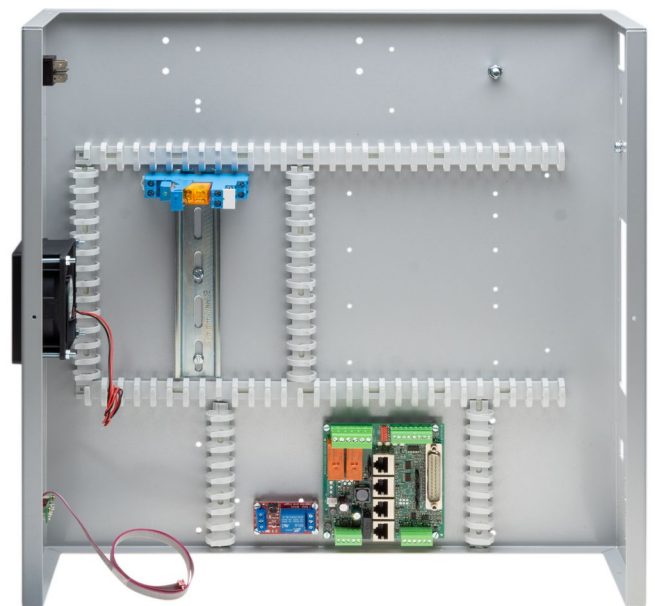

Bild 12: Gehäuse mit Einbauten vor Beginn der Verkabelung
- Setzen Sie das Koppelrelais auf die Tragschiene, wie in Bild 12 gezeigt.
- Montieren Sie die Relaisplatine **11** und das Interface **8** mit jeweils 8 Schrauben **S2** und je vier Distanzhülsen **D1**, wie in Bild 12 gezeigt.